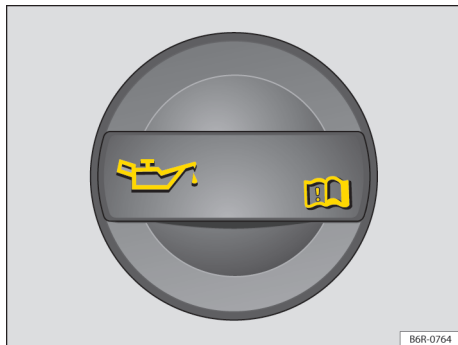

Fig. 146 No compartimento do motor: tampa da abertura para enchimento de óleo do motor. ➤
4. Identificar a abertura para enchimento de óleo do motor e a vareta de medição do óleo. A abertura para enchimento do óleo do motor é identificada pelo símbolo  na tampa → Fig. 146 e pela vareta de medição do óleo com a alça colorida. Se não estiver claro onde a tampa e a vareta de medição do óleo se encontram, procurar uma Concessionária Volkswagen ou uma empresa especializada.
9. Desrosquear a tampa do bocal de enchimento de óleo do motor → Fig. 146.